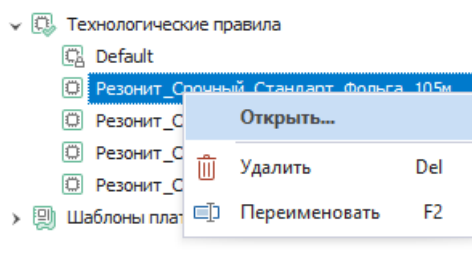

Рис. 125 Вызов настройки шаблона технологических правил
2. Вызовите контекстное меню и выберите пункт «Открыть...» или дважды кликните по шаблону, Рис. 125.